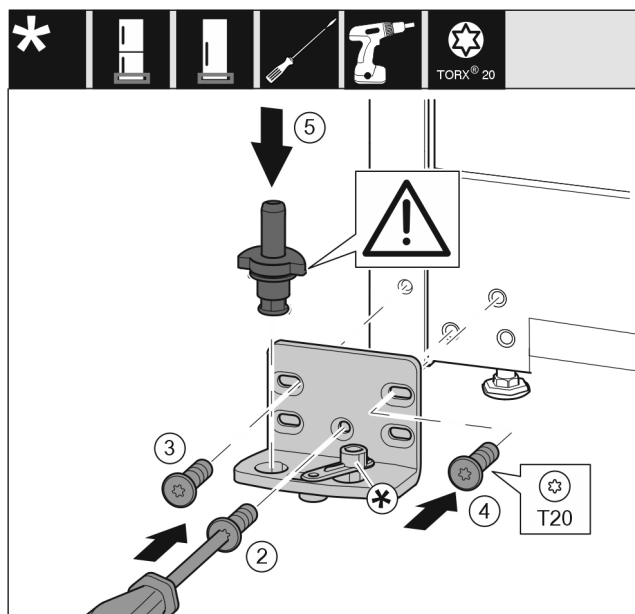

Fig. 21
- Postavite podložak ležaja na drugu stranu i pritegnite ga odvijačem. Započnite s vijkom Fig. 21 (2) dolje u sredini.
- Pritegnite vijak Fig. 21 (3) i vijak Fig. 21 (4).
- Potpuno umetnite podložak ležaja Fig. 21 (5). Pritom se pobrinite za to da je uskočna izbočina okrenuto prema natrag.